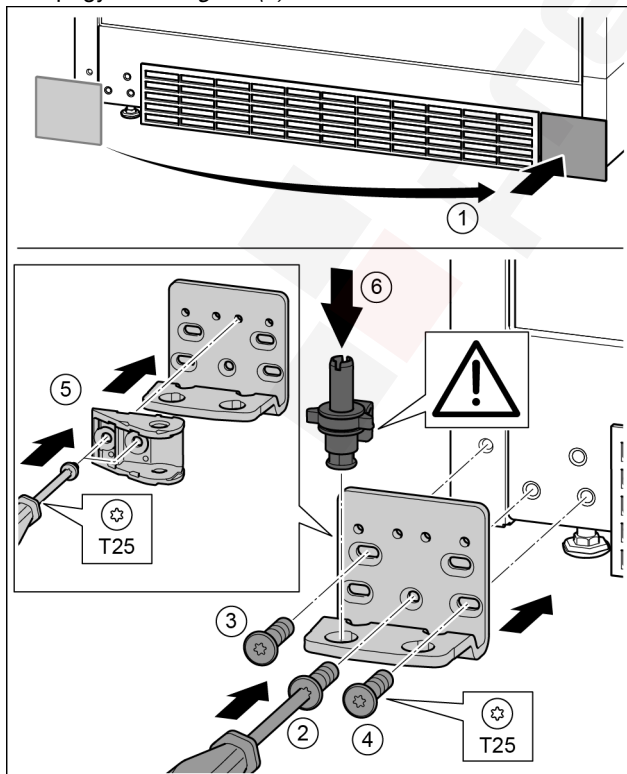

Fig. 36
- ▶ Vegye le a fedelet, és szerelje fel a másik oldalra. *Fig. 36 (1)*
- ▶ A másik oldalra helyezze fel a csapágybakot, és egy T25 csavarhúzóval húzza meg. Középen az alsó 2 csavarral kezdjen. *Fig. 36 (2)*
- ▶ Húzza meg a 3 és 4 csavart. *Fig. 36 (3, 4)*
- ▶ Fordítsa el 180°-kal a záráscsillapítót. A T25 csavarhúzóval csavarozza fel a csapágybak másik oldalára. *Fig. 36 (5)*
- ▶ Helyezze be a teljes csapszeget. Ügyeljen közben arra, hogy a bekattanó bütyök hátrafelé mutasson. *Fig. 36 (6)*